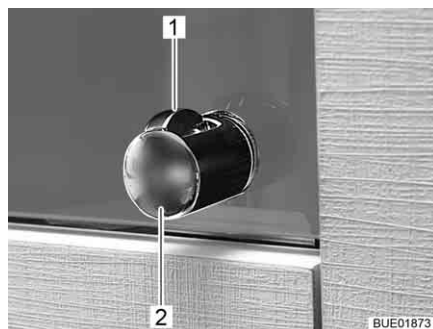

Fig. 44 Tirador con botón de desbloqueo
- Pulsar y mantener pulsado el botón de desbloqueo (Fig. 44,1).
- Tirar del tirador (Fig. 44,2) hasta que la trampilla de mueble esté abierta.